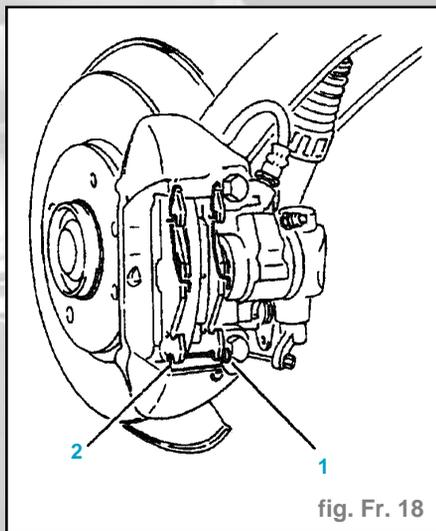

fig. Fr. 18
- Déposer l'épingle (1), la clavette (2) (fig. FR. 18).